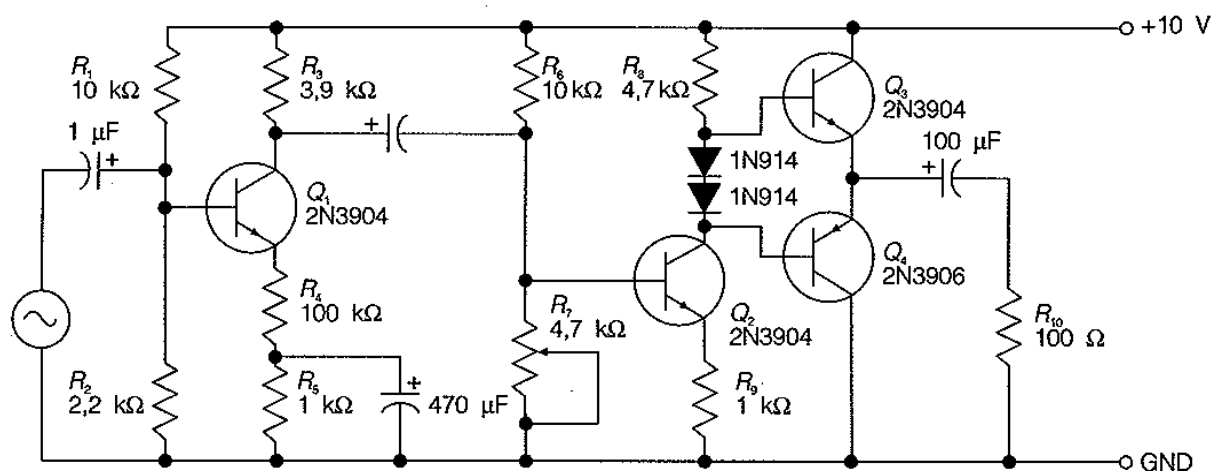

FIGURA 1
Nesta experiência você montará um amplificador de áudio discreto com um estágio classe A na entrada e um 'PUSH-PULL' classe B seguidor do emissor como mostrado na Figura 1. Está incluído um potenciômetro R_7 para permitir um ajuste da tensão do emissor de Q_3 com +5V, metade da tensão de alimentação. Isto possibilita ao sinal de saída variar igualmente em ambas as direções a fim de obter a máxima compliance CA de saída. Alguns valores de resistores não estão otimizados para dar a oportunidade de você melhorar o projeto (opcional). O circuito contém muitos componentes; logo, faça uma montagem mais criteriosa. Verifique todas as conexões antes de alimentar o circuito.
- 1 Na Figura 1, suponha que o resistor de base de Q_2 está ajustado para produzir uma tensão quiescente de +5V no emissor de Q_3 . Calcule e anote todos os valores de tensão CC listados na Tabela 1.
- 3 Monte o amplificador de áudio da Figura 1. Ajuste o potenciômetro na base de Q_2 para produzir uma tensão CC de +5V no emissor de Q_3 .